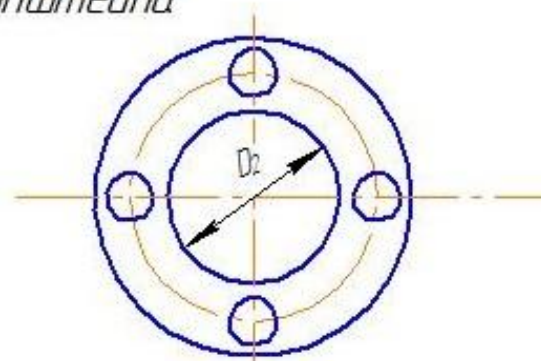

Рис. 4. Кронштейн
**Дано:** кронштейн (Рис. 4) нагружен силой  $F=850$  Н, направленной под углом  $\alpha=60^\circ$  к горизонту. Высота кронштейна  $h=200$  мм. Определить диаметр винтов крепления кронштейна к основанию, приняв их число  $z=4$ , а диаметр установки  $D=120$  мм. Затяжка неконтролируемая. Класс прочности винтов 4.6. Размеры основания кронштейна: